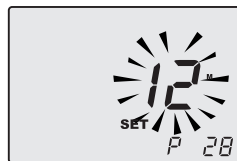

Figura 9.3
- Scorrere i vari parametri utilizzando i tasti 18 o 19 fino a far apparire sul display LCD le lettere **P28** e il valore del parametro, indicanti l'entrata nel "parametro 28" (Figura 9.3).